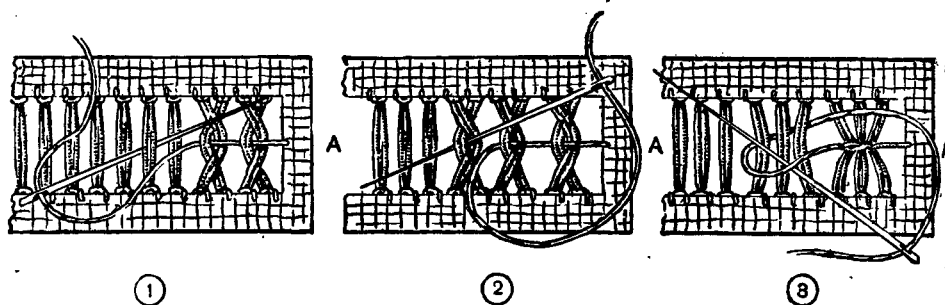

Рис. 210. Образцы различных мережек.
Вот еще один образец мережки. Сделайте мережку столбиком. Затем закрепите нитку в точке А. Иголку вколите между двумя столбиками (рис. 210(1), поворачивая вместе с иглой и столбик, после этого выведите иглоку наверх и т. д. Этот узор и последующие лучше вышивать цветной ниткой. Нитку, которая проходит между столбиками, будем называть средней.
Взгляните теперь на рисунок 210 (3). Это новый вид мережки. Закрепите нитку в точке А и захватите иглой три столбика; выведите иглоку, сделав вокруг столбиков петлю, в которую проденьте иглоку с ниткой; затяните петлю. Соединенные столбики будут похожи на букву «Ж».